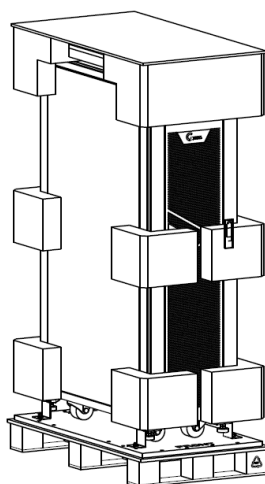

Figure 2-3 Démonter la caisse
3. Déballez l'emballage comme indiqué à la figure 2-3.